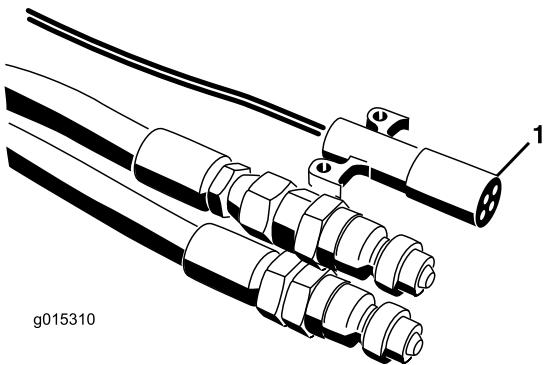
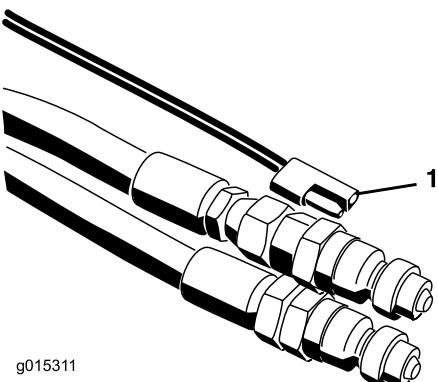

图 18
图 19
7. 把电源线束连接到牵引车（图18 & 图19）。在 SH 型号上，把悬线式开关放在驾驶员座椅可及的位置。确保开关处于关闭状态。